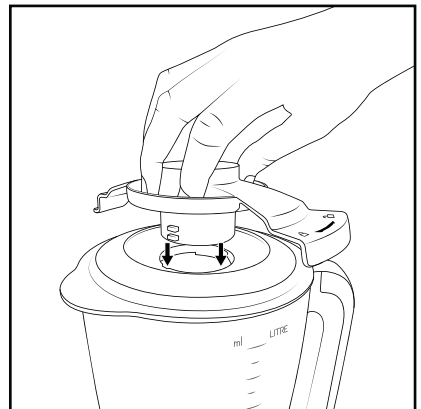

Abb. 2
- Setzen Sie die Deckelverriegelung **14** so auf, dass die Arretierungen der Deckelverriegelung **14** durch die Aussparungen am Mixer-Deckel **15** gleiten. Die breite Lasche mit den Schlosssymbolen ( ) muss dabei auf die europäische Skala (ml/Liter) weisen (Abb. 2).